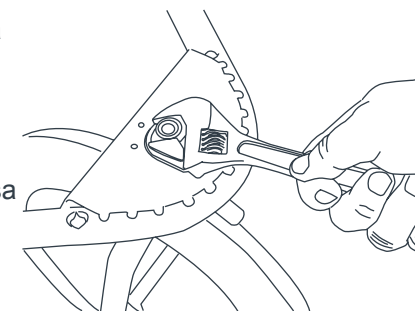

Fig. 21
- 21)** • Si experimenta un tambaleo en la rueda delantera que es anormal para el uso al caminar, podría tener que ajustar la arandela de la rueda delantera, que se encuentra debajo del reposapiés al frente del carrito. Puede usar una inglesa abierta o de pipa para ajustar la tuerca. **NO AJUSTE DE MÁS.** ya que podría dañar la arandela (Fig. 21).